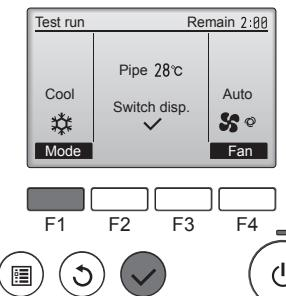

Fig. 6-5
- ① Drücken Sie die Taste **F1**, um durch die Betriebsarten in der Reihenfolge "Cool" (Kühlen) und "Heat" (Heizen) zu schalten. (Fig. 6-5)
- ② Rufen Sie mit der Taste **⑤** den Bildschirm für die Klappeneinstellung auf. Wenn sich die Klappen nicht bewegen, prüfen Sie die Verbindungskabel-Steckverbinder auf feste Verbindung und dass die Steckverbinderfarben stimmen.